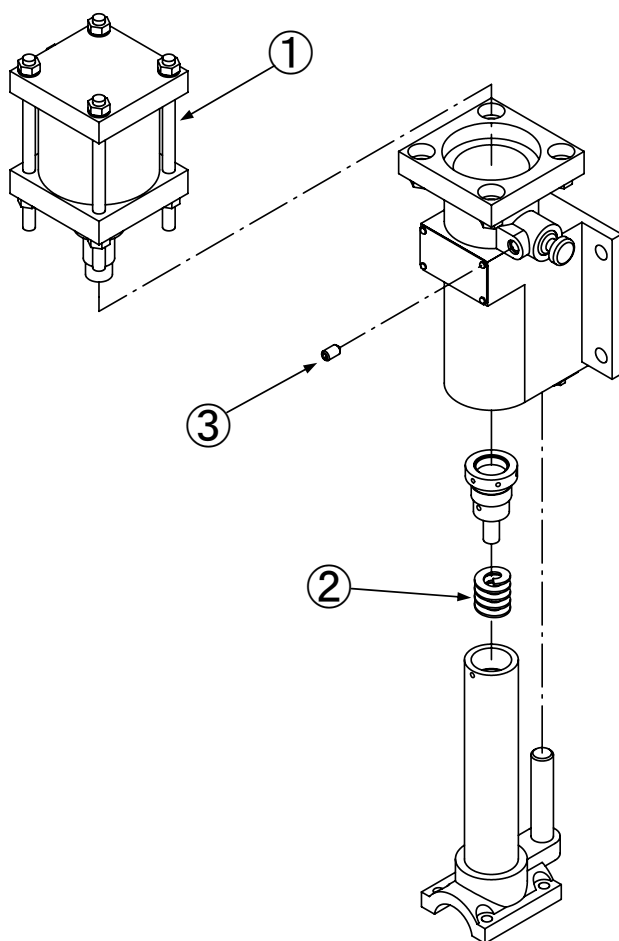

図2. 加圧関係分解図
⑫ パーツリスト (つづき)
12.2 加圧関係 (図2参照)